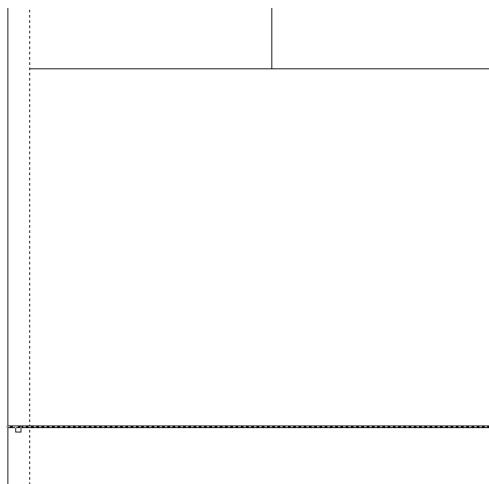

Рис. 4.20 ▼ Верхняя линия уже обрезана, выбор второй линии
4. Запустите инструмент **Обрезать** (Trim), выберите в качестве секущей внутреннюю вертикальную линию контура левой стенки (показана на рис. 4.20 пунктиром), а затем, нажав **Enter** для завершения выбора, щелкните сначала на верхней, а затем на нижней (рис. 4.20) выступающих ча-